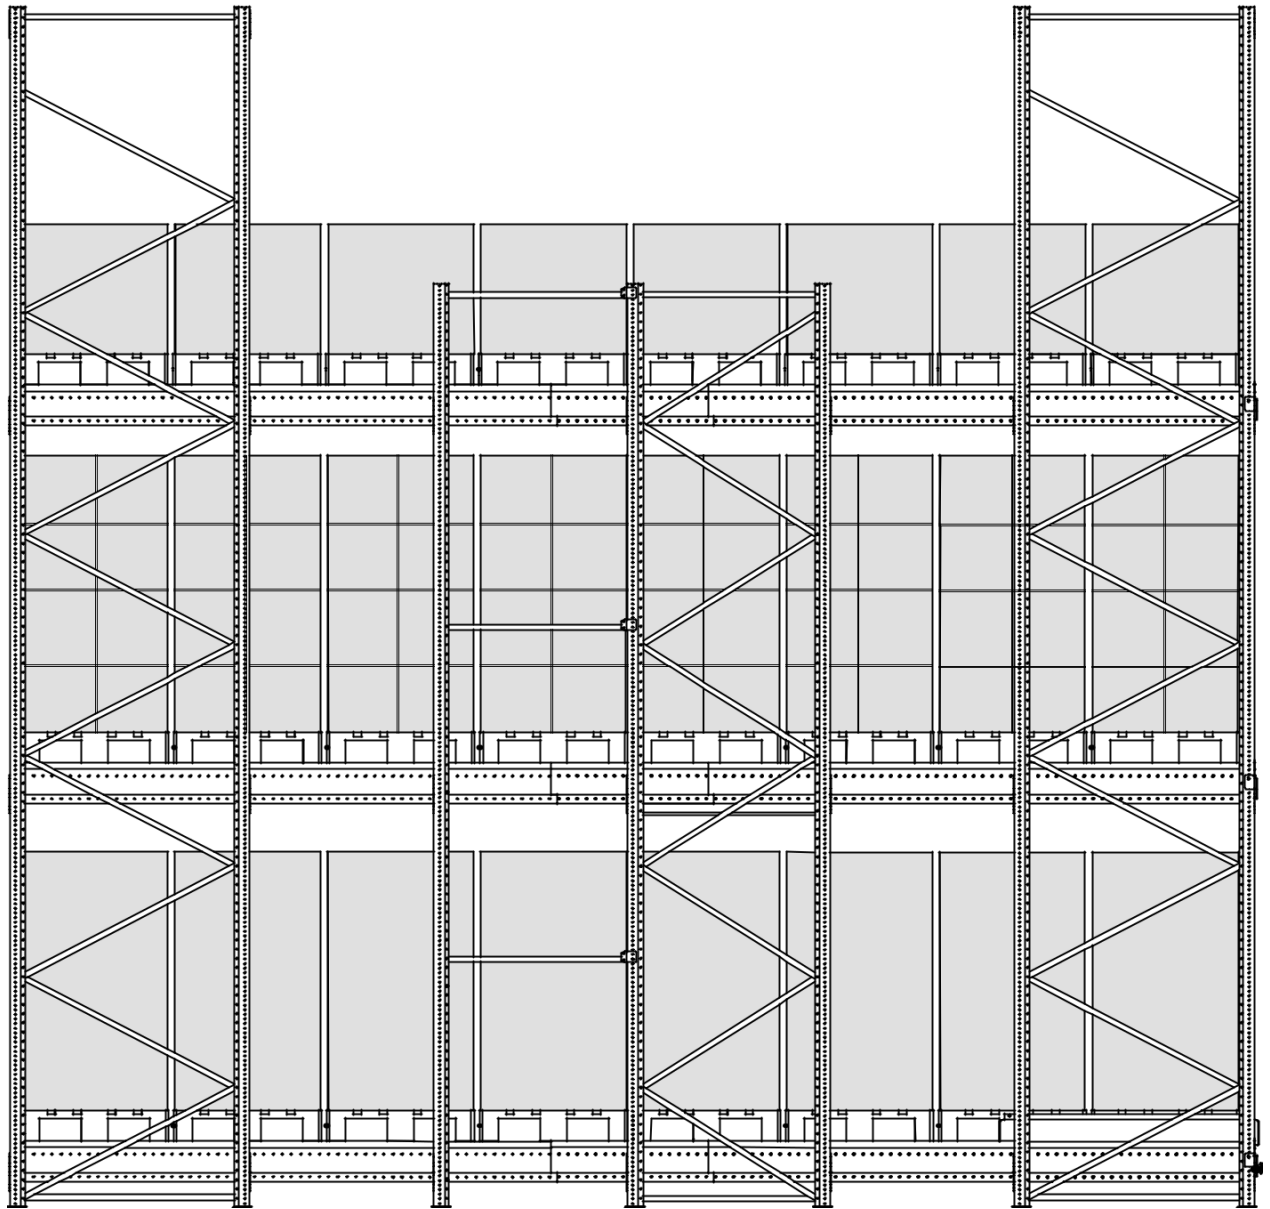

Рисунок 19 - Хранение однотипного товара в пределах яруса стеллажного канала
- Использование шаттлов дает возможность хранить однотипный товар в пределах каждого яруса стеллажного канала в отличие от глубинных стеллажей (рис. 19).